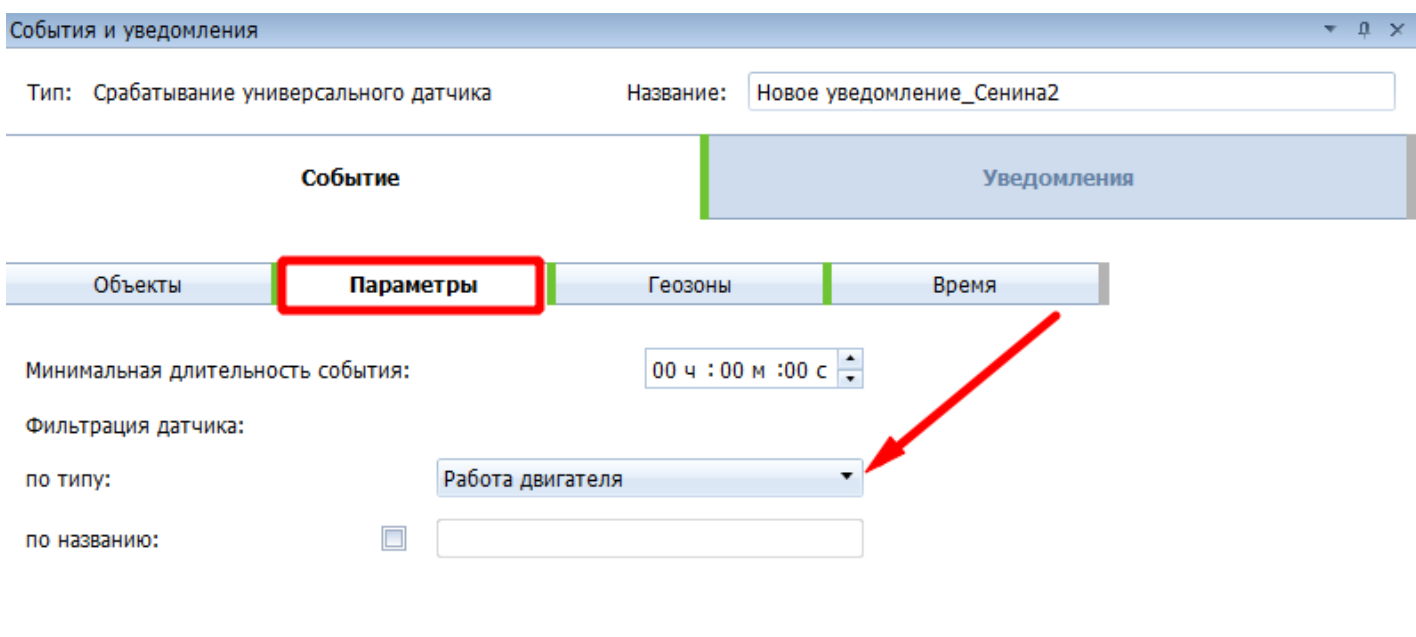

Рисунок 7 – Фильтрация по типу логического датчика
- на вкладке «Параметры» указать фильтрацию датчика по типу «Работа двигателя» (**Рисунок 7**);